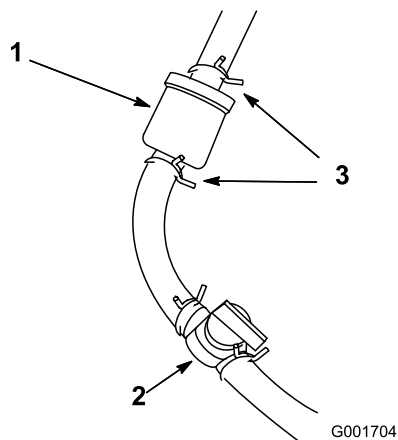

Figure 43
3. Fermez le robinet d'arrivée de carburant (Figure 43).
6. Raccordez la conduite d'alimentation au filtre. Rapprochez le collier de serrage du filtre pour fixer la conduite d'alimentation (Figure 43).
4. Desserrez le collier de serrage au niveau du filtre à carburant et éloignez-le du filtre (Figure 43).
5. Débranchez les conduites d'alimentation du filtre (Figure 43). Ouvrez le robinet d'arrivée de carburant et laissez l'essence s'écouler dans un bidon ou un bac de vidange.